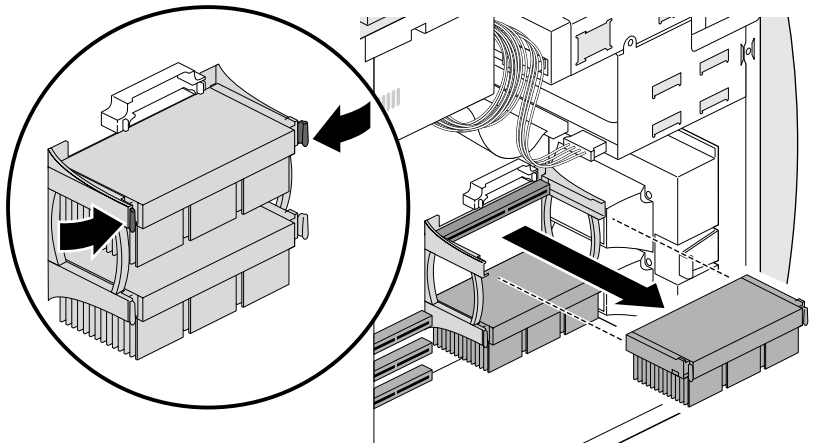

Figure 6-9 Retrait du processeur
6. Poussez les loquets latéraux du processeur vers l'intérieur et tirez le processeur vers vous, comme indiqué à la Figure 6-9.